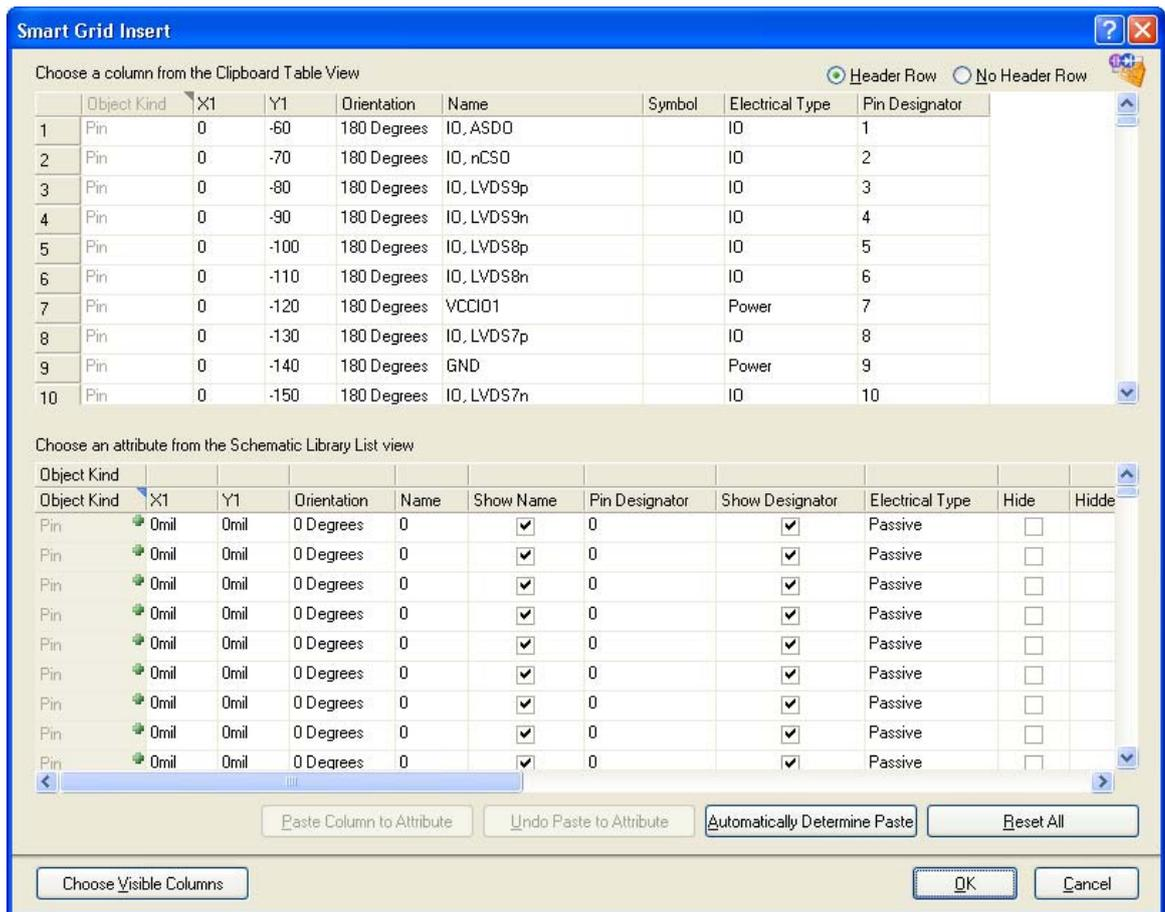

图 59.随粘贴出现的智能网格插入对话框
10. 图 59 对话框显示你现在能从电子表格中设置到 Altium Designer 的列表。在这个过程中，如果没有复制列的名称，可以手动来完成，在上面部分选择一列并在下面部分选择匹配的列，然后按 **Paste Column to Attribute** 按钮来链接。如果正确复制了列表名称，通过点击 **Automatically Determine Paste** 按钮完成自动粘贴